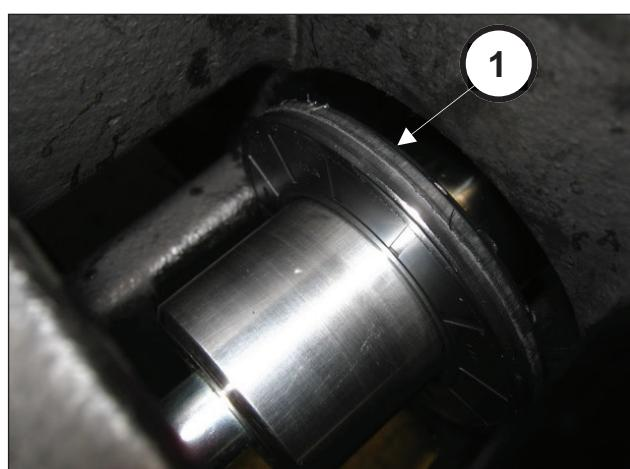

Fig. 37
Azionare il pignone fin tanto che il dente dell'attrezzo entra completamente nel paraolio (pos. ①, Fig. 36). Continuare con la rotazione del pignone fino alla completa estrazione del paraolio (pos. ①, Fig. 37).